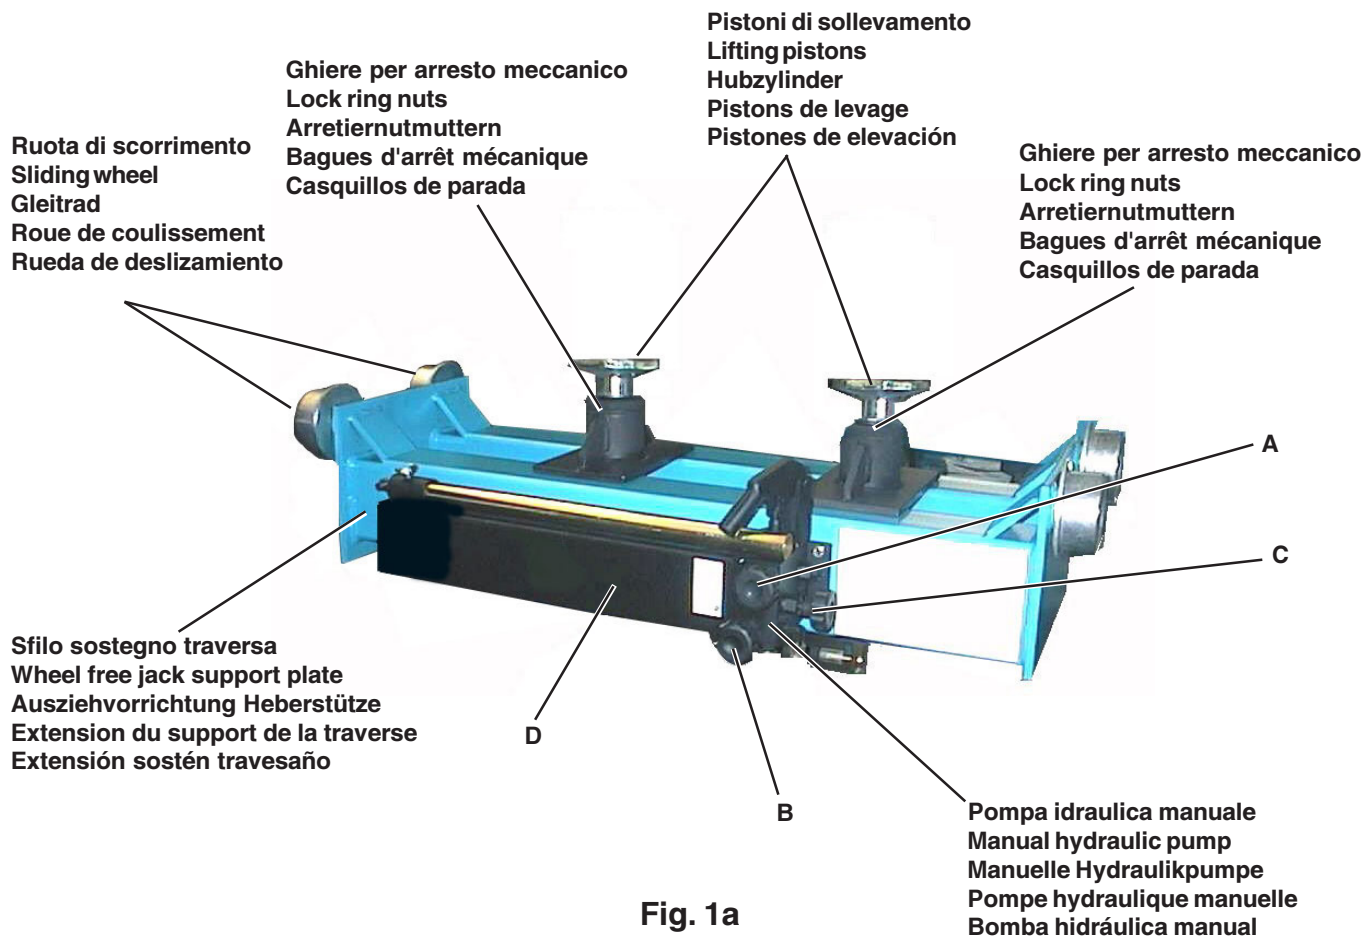
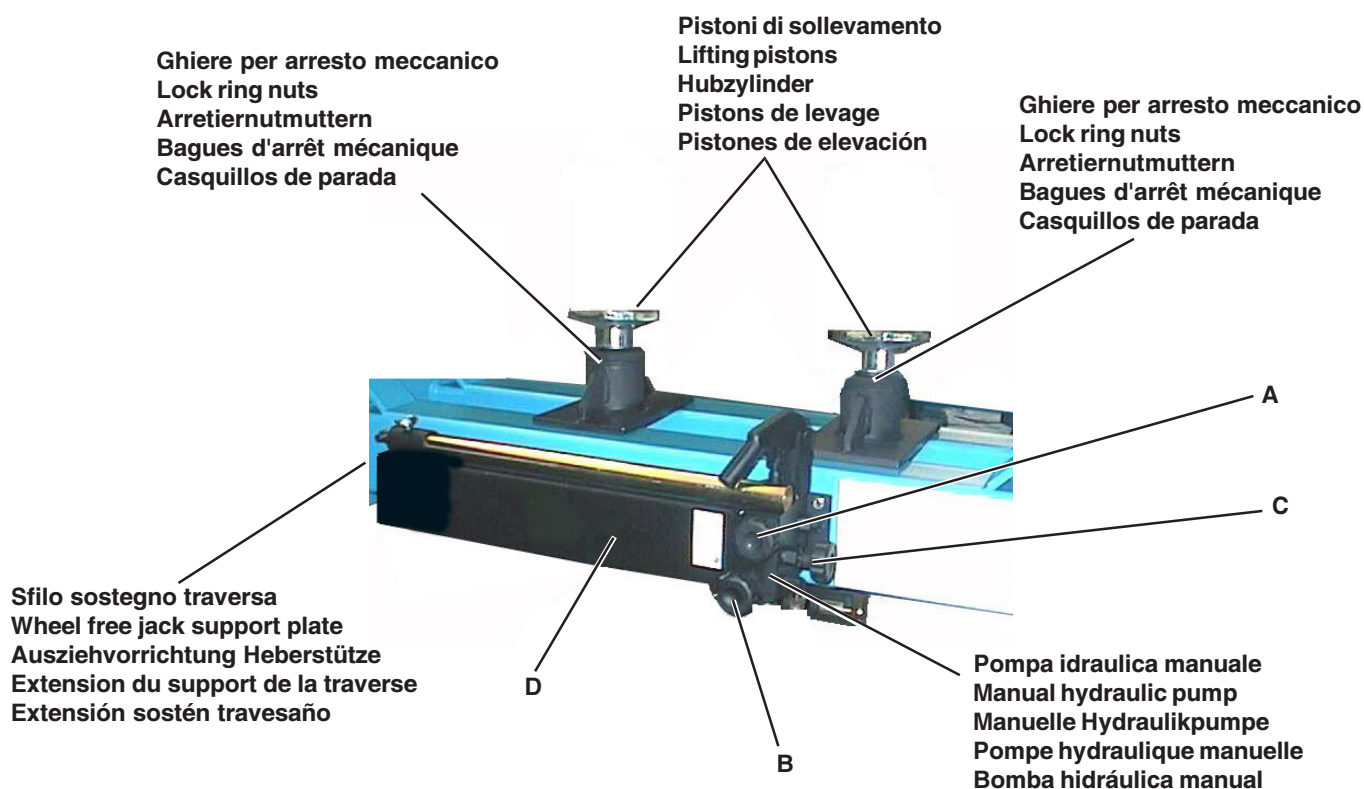

Fig. 1a
Fig. 1b
- Traversa a funzionamento idraulico versione KP118 - KP118N (vedi **Fig. 1a**) KP118Y (vedi **Fig. 1b**);
- Hydraulic jack version KP118 - KP118N (see **fig. 1a**) KP118Y (see **fig. 1b**);
- Hydraulisch betriebener Heber Ausführung KP118 - KP118N (siehe **Abb. 1a**) KP118Y (siehe **Abb. 1b**);
- Traverses à fonctionnement hydraulique version KP118 - KP118N (voir **Fig. 1a**) KP118Y (voir **Fig. 1b**);
- Travesaño con funcionamiento hidráulico versión KP118 - KP118N (véase **Fig. 1a**) KP118Y (véase **Fig. 1b**).
Con rif. a **Fig. 1a - 1b**:
See **Fig. 1a - 1b**:
Zu **Abb. 1a - 1b**:
Référence **Fig. 1a - 1b**:
Con Ref. en **Fig. 1a - 1b**: